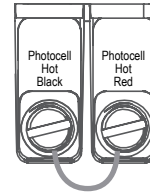

Figura 2: Cable puente
3. Levante el panel de plástico (panel de acero para PX-150) para mantenerlo fuera del camino. Importante: Retire el cable puente rojo situado entre las posiciones del bloque de los terminales n.º 9 y n.º 10 (Figura 2).